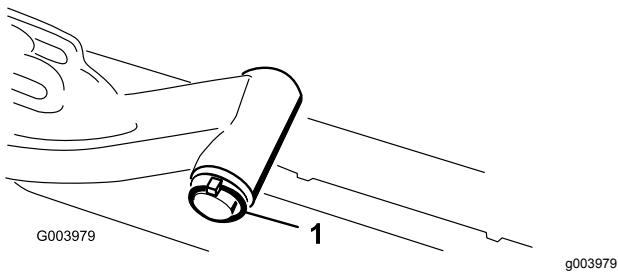

Figura 12
- A. Togliete l'acciarino e la rondella che fissano l'albero di articolazione al braccio di sollevamento ed estraete l'albero dal braccio di sollevamento (Figura 12).
- C. Inserite l'albero del braccio di sollevamento nel braccio di sollevamento, e fissatelo con la rondella e l'acciaino (Figura 12).